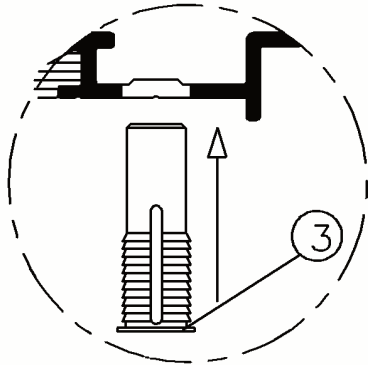

Bild 6a. Montage des Dübels (3)
Stecken Sie den Dübel (3) bis zum Anschlag in die Bohrung (Bild 6a).